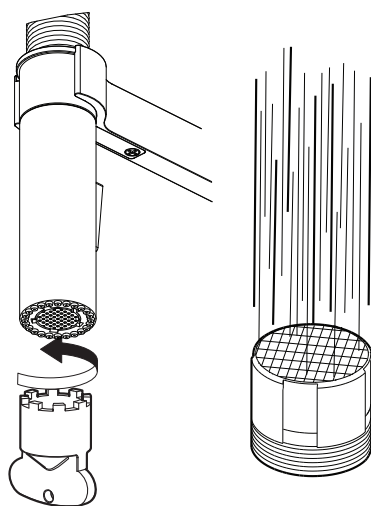

fig. 5
- Nettoyer et rincer l'**aérateur** (fig. 5).
- Clean and rinse the **aerator** (fig. 5).